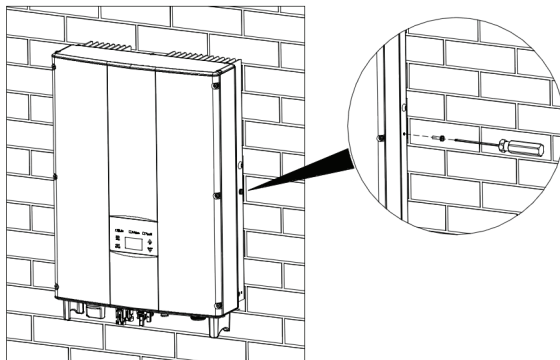

Figure 15: Installation des boulons M5X20
(6) S'assurer que l'onduleur est correctement installé et serrer les boulons M5x20 dans les trous de vis sur les côtés gauche et droit de l'onduleur (le couple de serrage est de $3\text{N}\cdot\text{m}$). Comme indiqué sur la Figure 15.